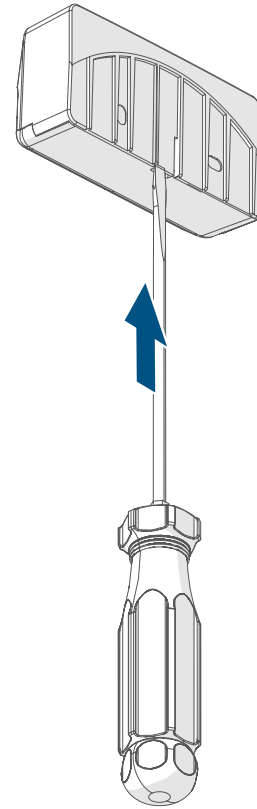

Figura 2
- Presione ligeramente hacia atrás la lengüeta situada en la parte posterior del soporte de pared (A) (si es necesario, utilice un destornillador de ranura) para soltar la unidad electrónica (C) del soporte de pared (*→véase la figura 2*).
- Presione ligeramente hacia atrás la lengüeta situada en la parte posterior del soporte de pared (A) (si es necesario, utilice un destornillador de ranura) para soltar la unidad electrónica (C) del soporte de pared (→ véase la figura 2).
- Saque la pila agotada del compartimento de las pilas (D).